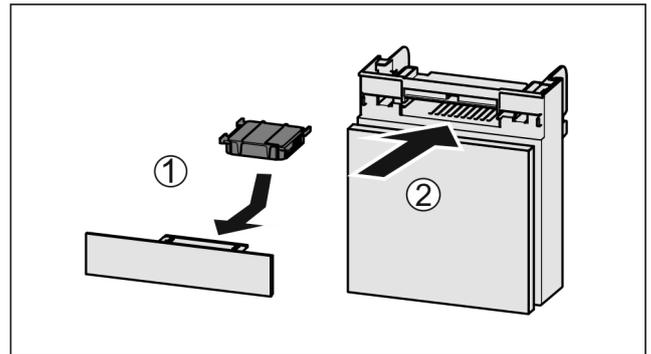

Fig. 135
- ▶ Introduzca el compartimiento Fig. 135 (2).